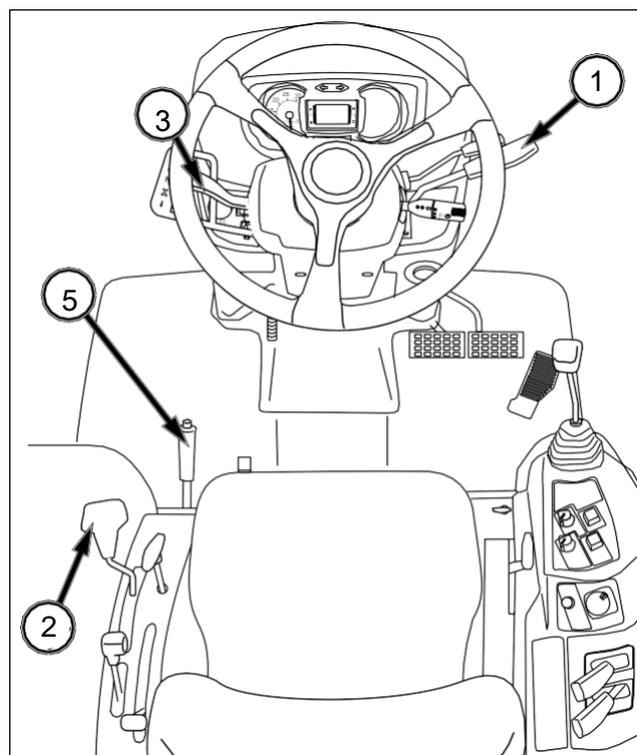

FIG. 94
FIG. 94 y 95: Para detener el tractor, disminuya la velocidad soltando el pedal HST. Desplace la palanca de aceleración (1) para reducir el régimen del motor y sitúe después la palanca de selección del intervalo de velocidad (2) y la palanca de marcha adelante / atrás en posición Neutra.